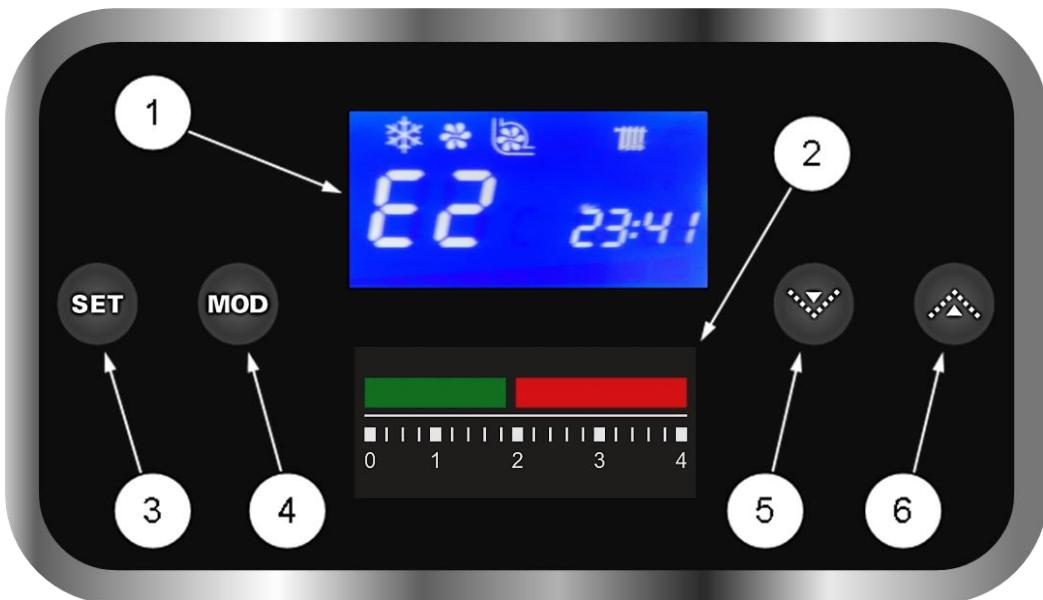

Рис. 6 Панель управления котлом
- Проверьте по манометру (См. Рис. 6) на панели управления электрокотлом давление теплоносителя (ОВ) в электрокотле и СО.